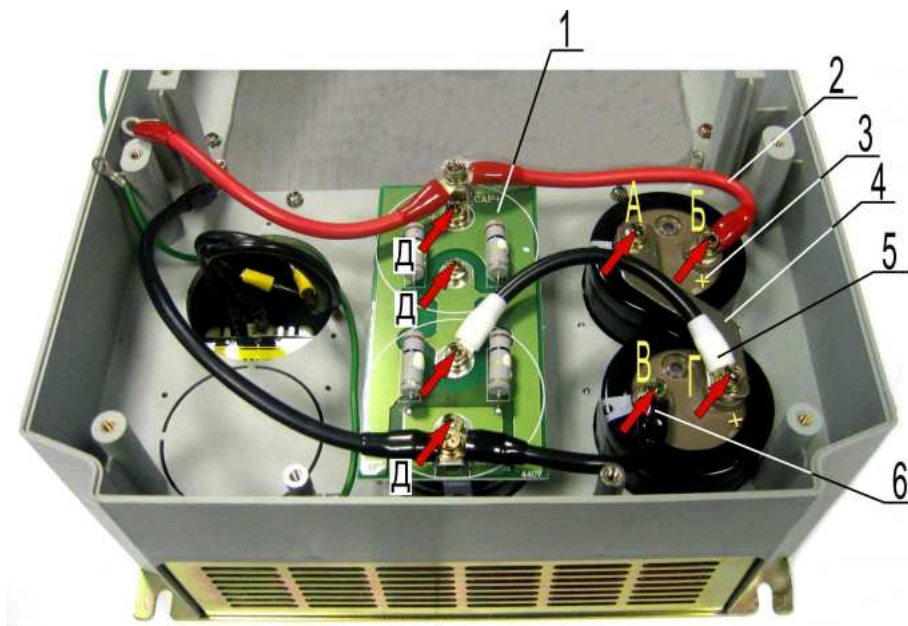

Рис. 7.5
7.3.7. Установить плату 1 на конденсаторы, как показано на рис. 7.5. Совместить отверстия платы с выводами конденсаторов. Закрепить плату тремя винтами Д (рис. 7.5).
7.3.8. Установить наконечник провода 5 над отверстием платы (рис. 7.5). Закрепить наконечник винтом.
7.3.9. Установить наконечник провода 2 на вывод Б конденсатора 3 (рис. 7.5). Закрепить наконечник винтом.
7.3.10. Установить накладную шину 4 на выводы А и Г конденсаторов. Совместить отверстие шины с выводом А конденсатора. Закрепить шину над выводом А винтом (рис. 7.5).
- 7.3.11. Установить наконечник провода 5 над выводом Г конденсатора. Совместить наконечник провода 5 с отверстием шины и выводом конденсатора. Закрепить шину и наконечник провода винтом (рис. 7.5).
- 7.3.12. Установить наконечник провода 6 над выводом В конденсатора (рис. 7.5). Закрепить наконечник винтом.